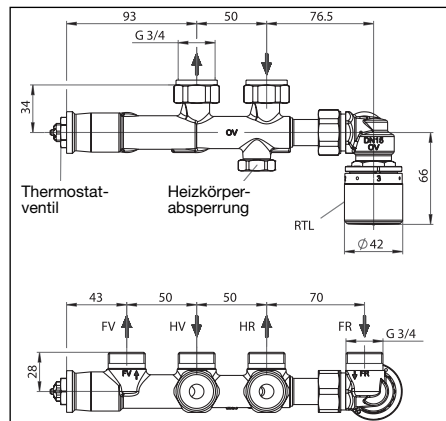
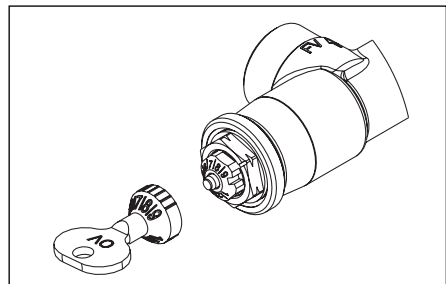

Abb. 3 Abmessungen Anschlussarmatur
Abb. 10 Voreinstellung Thermostatventil
Der Heizkörper ist unter Beachtung der Einbaumaße (Abb. 3) zu befestigen. Hierzu ist zudem der spätere Wandaufbau (z.B. Fliesen) zu berücksichtigen. Die Rohrleitungen des Heizkreises entsprechend ablängen.
Vor der Inbetriebnahme muss die Anlage aufgefüllt und entlüftet werden. Dazu ist zunächst die Voreinstellung des Thermostatventils in die größte Position zu drehen (Voreinstellung '9', Abb. 10).
Das Thermostatventil (Abb. 3) auf die berechnete Voreinstellung mit Gabelschlüssel SW 13 oder mit Spezialschlüssel einstellen (Abb. 10).
Den Rücklauf-temperaturbegrenzer (Abb. 3) auf den festgelegten Sollwert (Werkseinstellung: 3 ≈ ca. 30 °C) einstellen.
2. Schutzkappe von der Heizkörperabsperung (Abb. 3) entfernen.